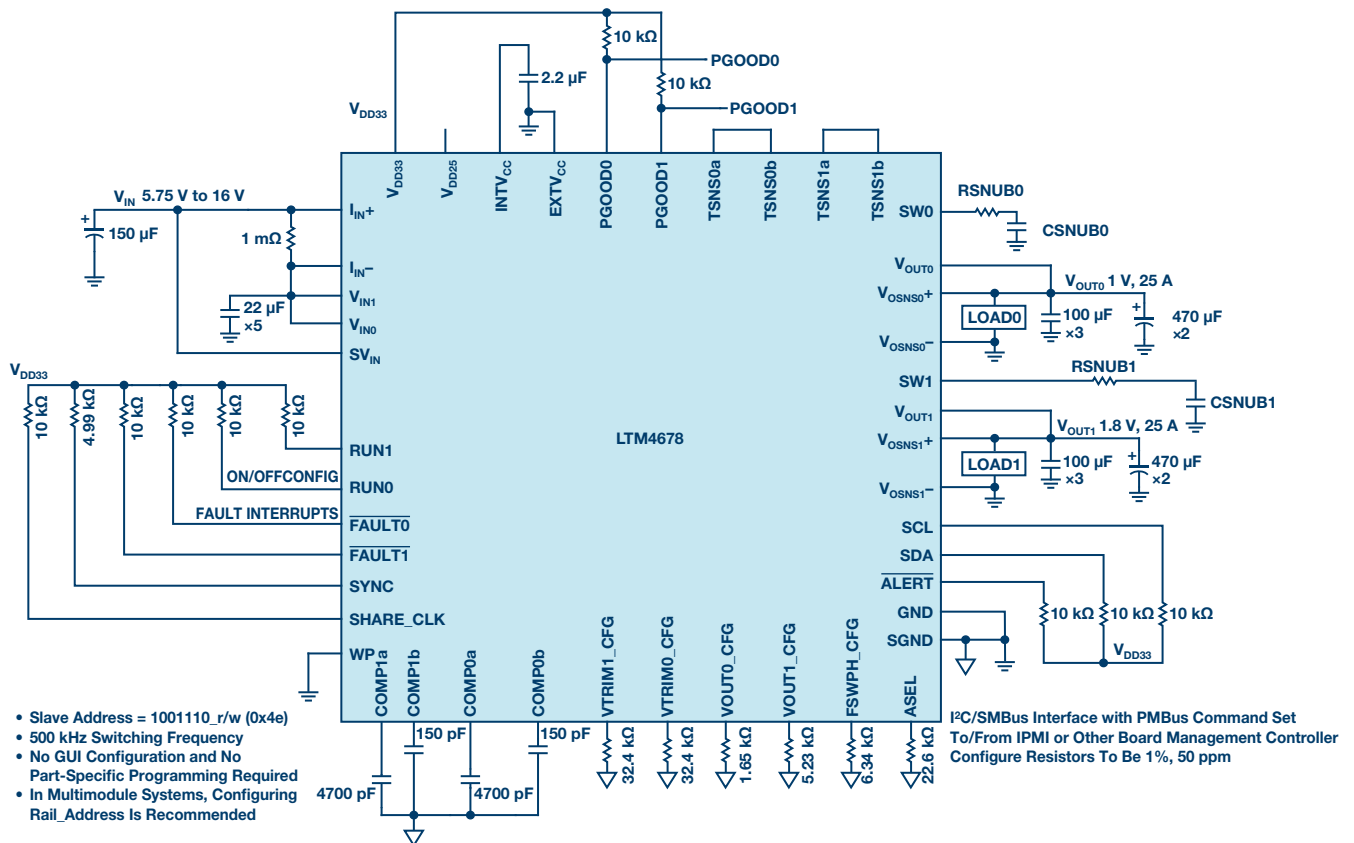

図1. I²Cシリアル制御およびモニタリング・インターフェースを使用した1Vおよび1.8V 25A出力。
5.75V～16V入力、デュアル出力の代表的なソリューションを図1に示します。LTM4678の2つのチャンネルは180°の相対位相シフトで動作し、入力rms電流リップルを減らすと共にコンデンサを小型化します。